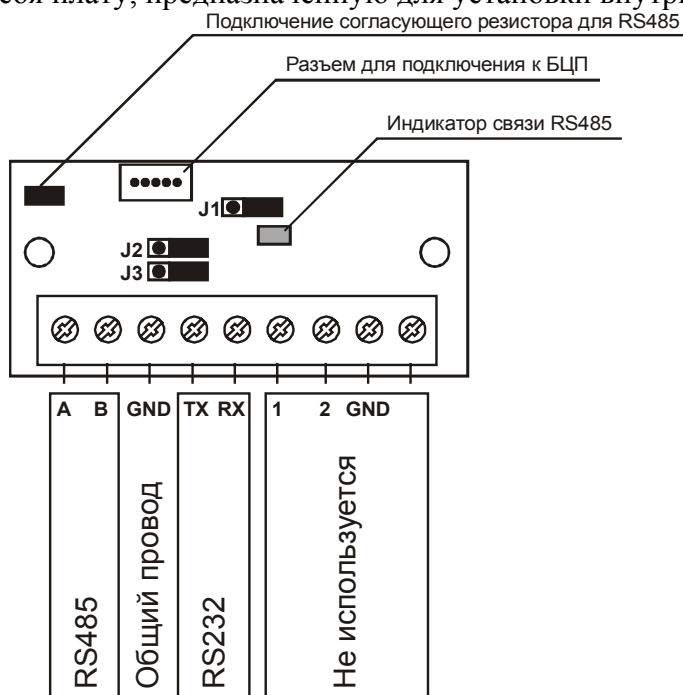

Рис. 1 Внешний вид БИ-01
БИ-01 представляет из себя плату, предназначенную для установки внутри корпуса БЦП (Рис. 1).
- Если БЦП является последним устройством в линии связи, установить перемычку, подключающую согласующий резистор (Рис. 1)